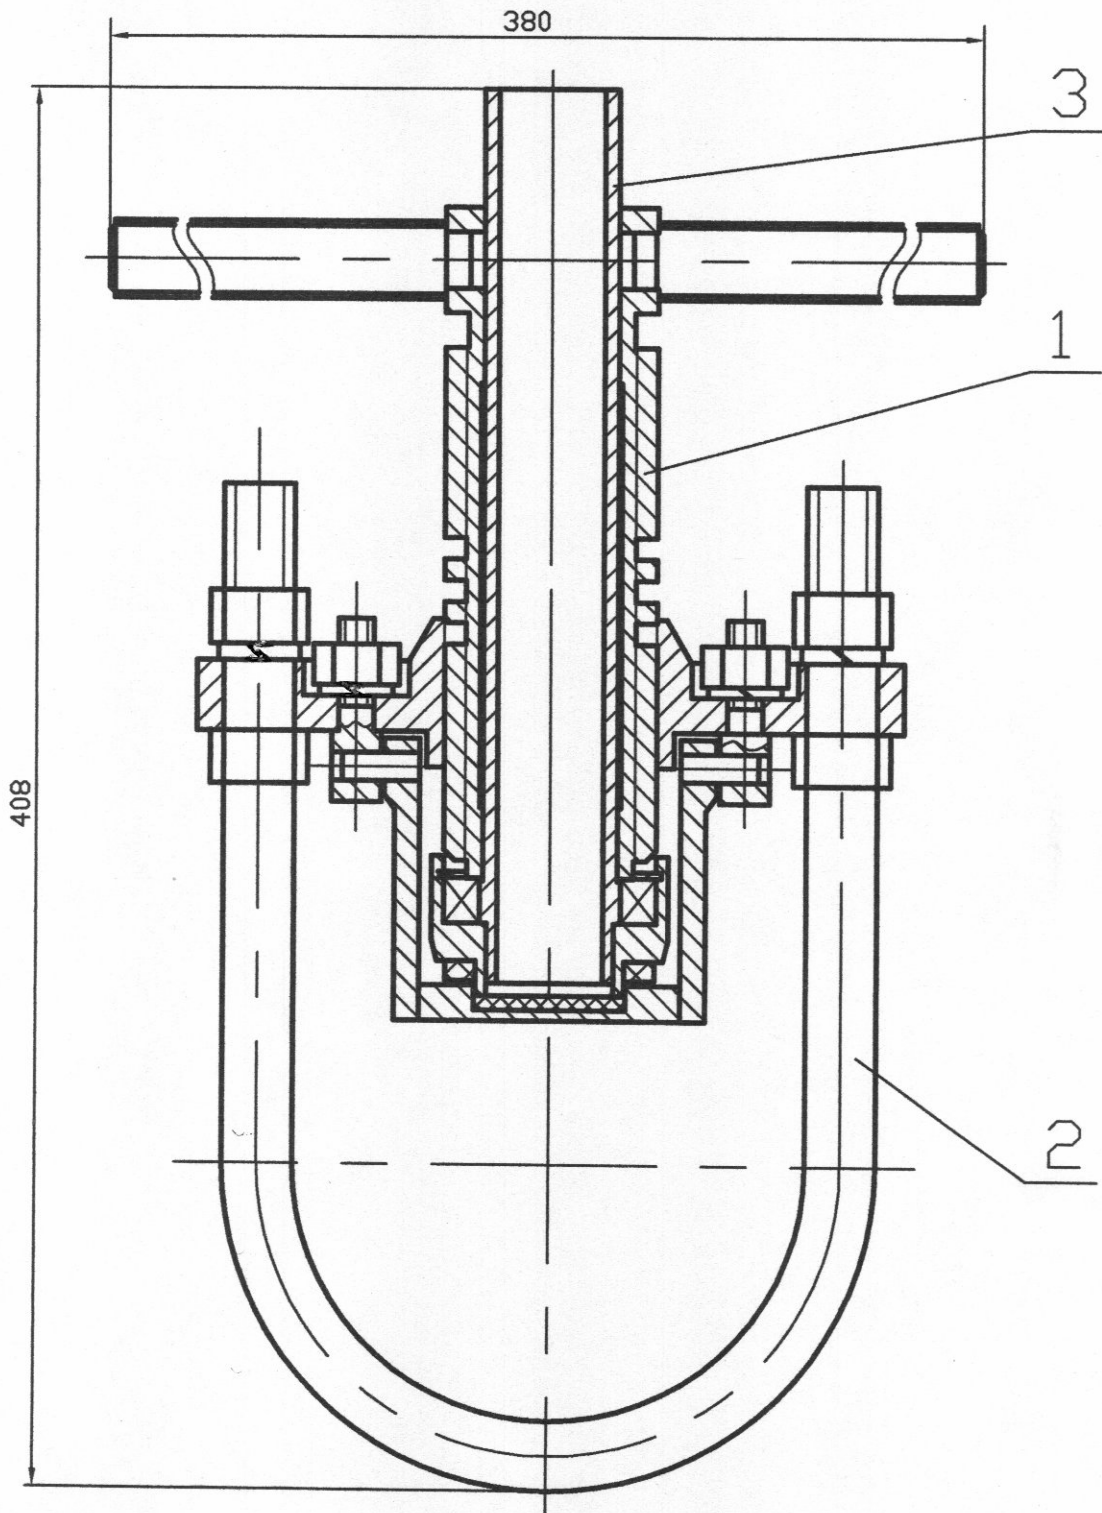

Рис.4.4
4.2.4 Подключение трубопроводов к вентилям цистерны осуществляется посредством шарнирно-винтового прижима, рисунок 4.4, состоящего из переходника 1, вилки 2 и патрубка 3.